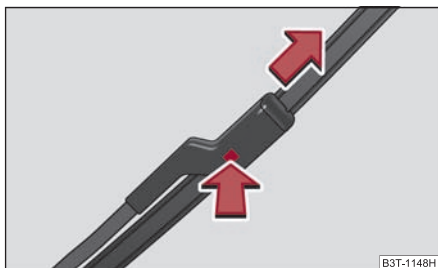

Fig. 74 Balai d'essuie-glace pour pare-brise
- Enfoncez la fixation pour déverrouiller le balai d'essuie-glace et tirez-le dans le sens de la flèche ⇒ fig. 74.